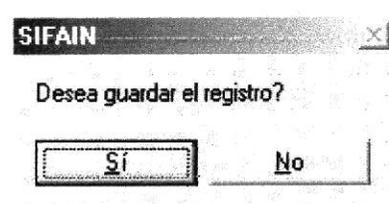

Figura 9.2 Mensaje de Información Guardar
7. Si no ocurrió ningún error aparecerá el mensaje de la figura 9.2.